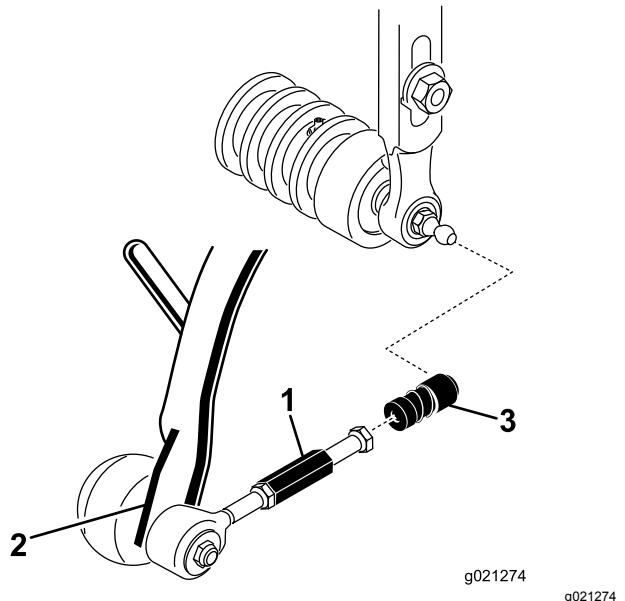

図 10
3. ボールジョイントのレシーバのスリーブを後ろにずらし、レシーバをカッティングユニットのボールスタッドに嵌め合わせる図 10。